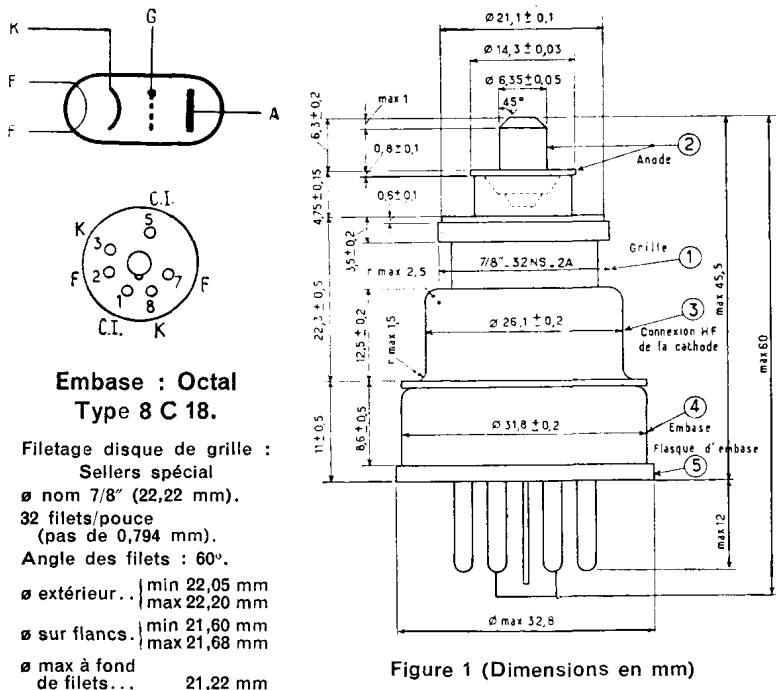
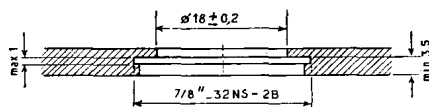

Figure 1 (Dimensions en mm)
Figure 2
(*) Pour tenir compte des excentricités maxima des pièces, se reporter aux points cerclés de (1) à (5) de la figure 1 :
- (1) On indique les excentricités par rapport à l'axe du trou fileté. Le disque de la grille est vissé complètement contre la surface de contact HF du flasque (d'un diamètre interne de 18 mm).
- (2) Excentricité maximum de l'axe de l'anode : 0,15 mm.
- (3) La distance entre la surface de la portion cylindrique de la connexion HF de cathode et l'axe du trou fileté est de 12,85 mm min et de 13,25 mm max. (voir la figure 2).
- (4) La tolérance sur l'excentricité de l'axe de l'embase est telle que celle-ci puisse entrer dans un calibre percé d'un trou de 32,5 mm de diamètre, à la condition que ce trou soit correctement centré par rapport à l'axe du trou représenté à la figure 2.
- (5) La tolérance sur l'excentricité de l'axe du flasque d'embase est telle que le flasque d'embase puisse entrer dans un calibre percé d'un trou de 33,5 mm de diamètre, à la condition que ce trou soit correctement centré par rapport à l'axe du trou représenté à la figure 2.